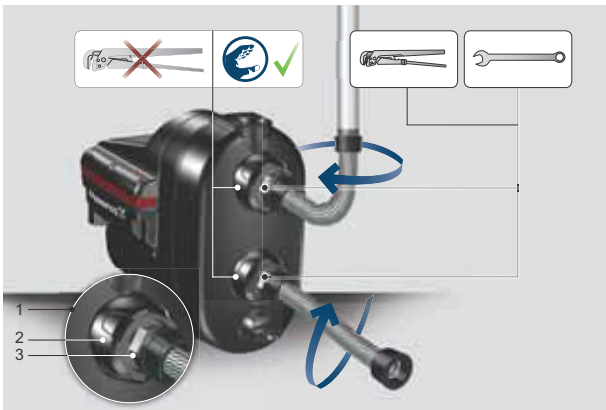

Fig. 3 Instalación de las conexiones
1. Afloje manualmente las tuercas de unión de las conexiones de aspiración y descarga. Consulte la fig. 3.